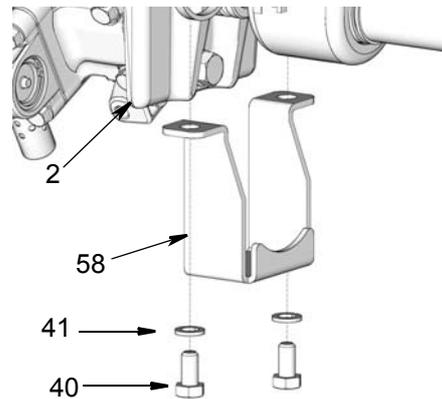

FIG. 34
4. Installare il salvadita (58) nella base della pompa (2). Installare le rondelle (41) e le viti (40). Serrare saldamente (FIG. 34).